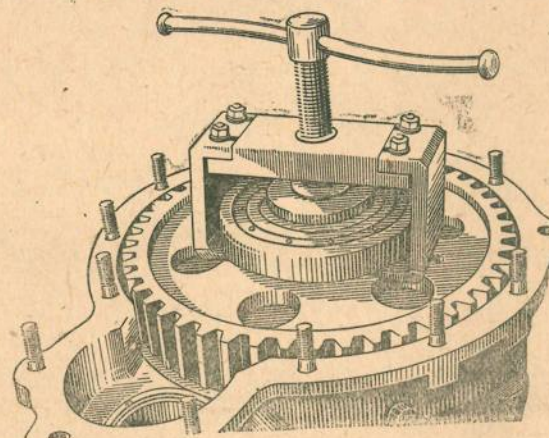

Рис. 120. Снятие шарикоподшипника со ступицы ведомой шестерни при помощи приспособления
(рис. 120—129)
10. Спрессовать шарикоподшипники 24 с ведомой шестерни 3 при помощи съемника (рис. 120).